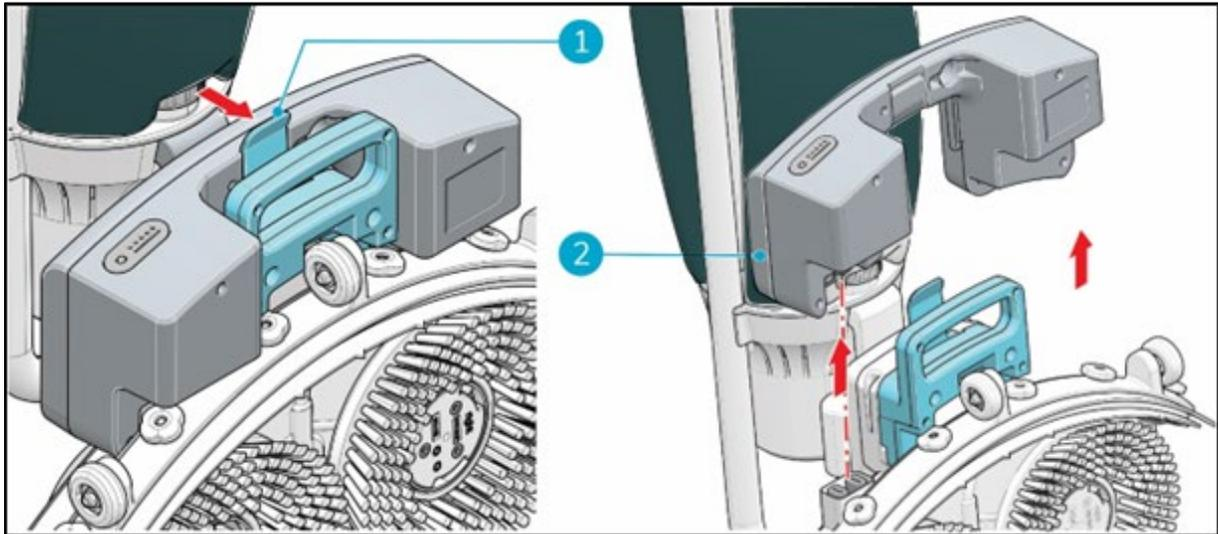

Figura 23
3. Pressionar o clipe de retenção para dentro (Figura 23, pos 1) A bateria levanta-se da sua fixação, puxe a bateria para fora (Figura 23, pos 2).